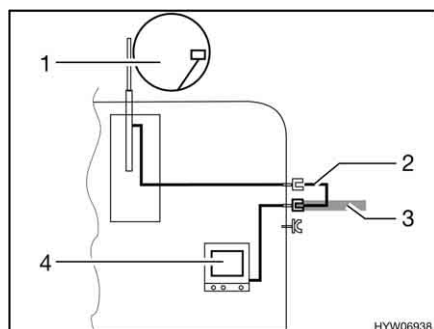

Fig. 179 TV nel veicolo
- TV nel veicolo (Fig. 179,4): Collegamento all'antenna del tetto (Fig. 179,1) con cavo di collegamento (Fig. 179,2)
- TV nel veicolo (Fig. 179,4): Collegamento a antenna esterna (Fig. 179,3)